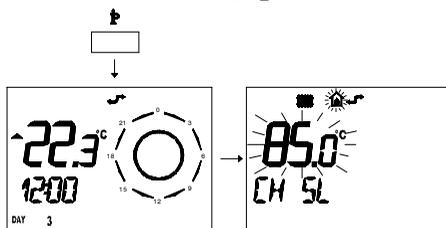

fig. 8.2
- 1 Premere per più di 3 secondi il pulsante per entrare in modalità **INFO**. fig. 8.2